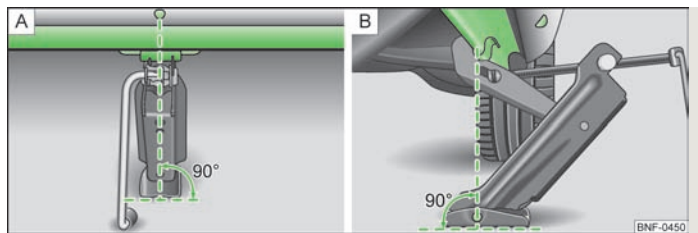

Fig. 111 Sådan sættes donkraften på.
- Sæt donkraften på, så dens griber får fat i kanten » Fig. 111 – **B** under markeringen i panelets side.
- Sørg for, at donkraftens bundplade står på et lige underlag med hele fladen, og at den befinder sig i lodret position » Fig. 111 i forhold til det sted, hvor griberen tager fat i kanten.